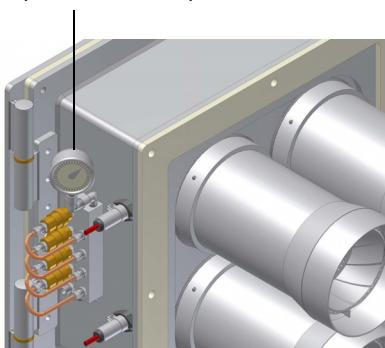

Рис. 36
- 9 Давление питания форсунки уже отрегулировано заранее на заводе-изготовителе и не должно изменяться. Только в случае необходимости, отрегулировать давление питания (см. таблицу на стр 35) следующим образом: установить манометр в положение, указанное на Рис. 36, воздействовать на регулировочный винт **VR** насоса (см. Рис. 38);